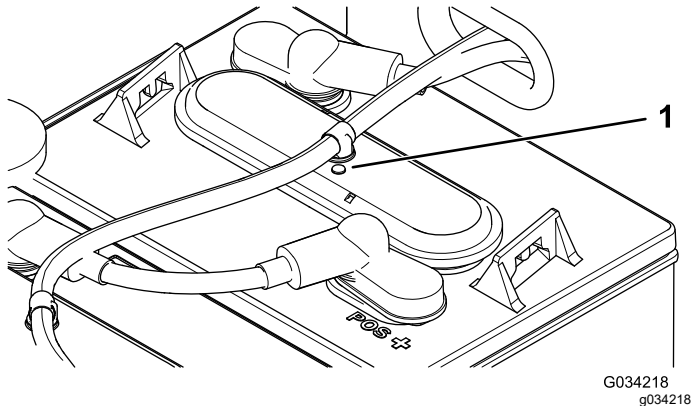

図 36
3. 各バッテリーのアイレットの色黒または白を調べる **図 36**。